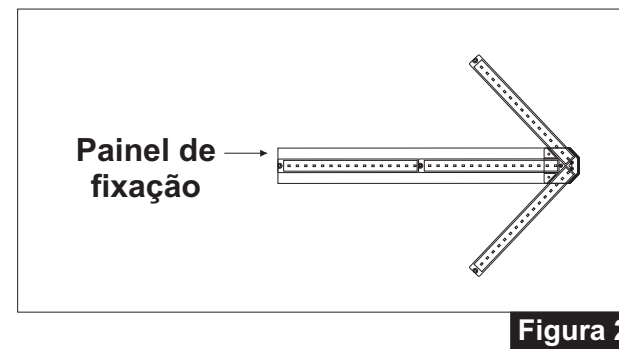

Figura 2
- Fixe o sinalizador na superfície desejada através de parafusos utilizando o Painel de fixação (Figura 2).